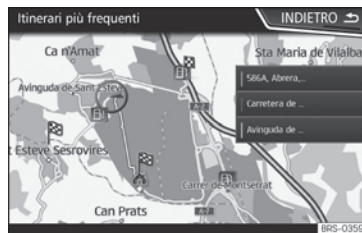

Fig. 206 Navigazione predittiva
- Nella schermata principale del menu di navigazione, premere sulla finestra pop-up il tasto **Percorsi frequenti**. Per visualizzare i percorsi abituali, premere il tasto **Mostra sulla cartina** » **fig. 206**.